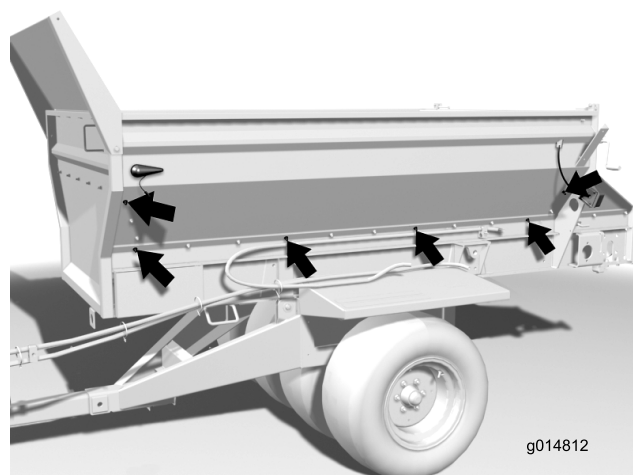
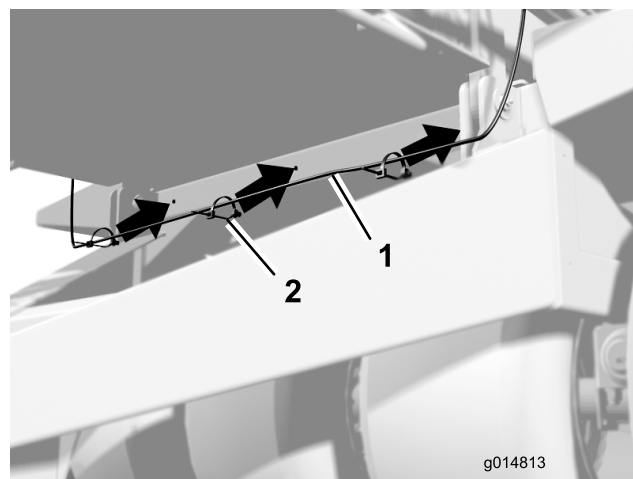

Figura 6
Figura 7
1. Gruppo luce posteriore (2)
8. Rimuovete i (6) dadi da ciascun fianco della tramoggia come illustrato in Figura 6.
9. Applicate (6) morsetti a R su ciascuno tratto lungo del cablaggio preassemblato.
11. Servitevi dei (3) fori sulla parte anteriore della tramoggia per fissare il cablaggio preassemblato per mezzo di fermacavi (Figura 7).